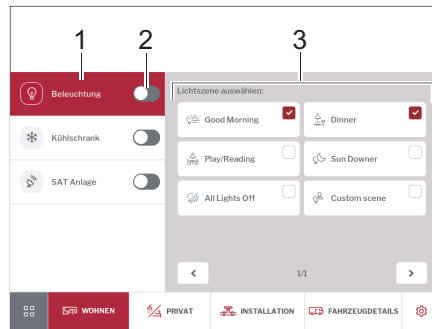

Bild 262 Beleuchtung
- Mit Schiebeschalter (Bild 262,2) Beleuchtung ein- oder ausschalten.
- Auf Schaltfläche *Beleuchtung* (Bild 262,1) tippen.
Im Bedienfeld (Bild 262,3) Lichtszene wählen.